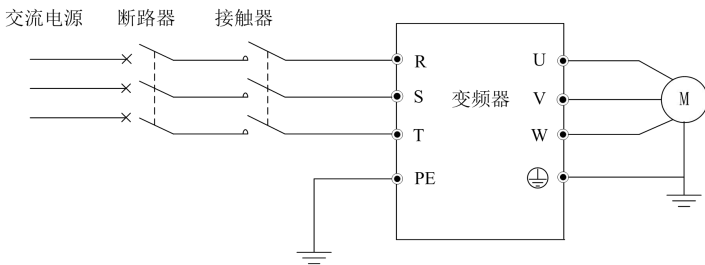

图 3-2 主回路基本配线
- (3) 多台变频器采用上下安装时，中间应用导流隔板如图 3-2 所示。